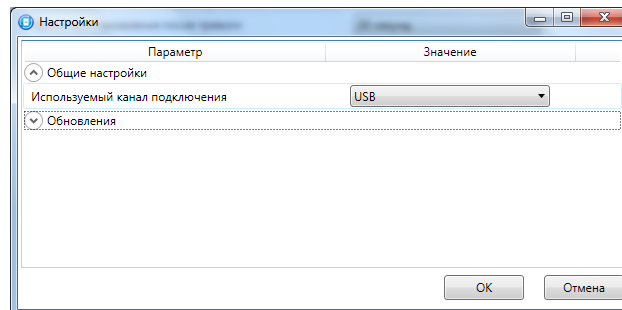

Рис. 28 Соединение через USB.
- ✓ через меню *Настройки* - выберите канал соединения *USB* (рис. 28).
- ✓ через меню *Настройки* - выберите канал соединения *USB* (рис. 28);